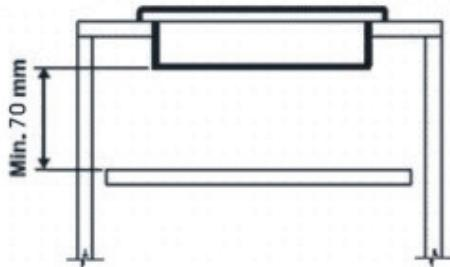

Ilustración 5
**Información importante:** es necesario instalar un separador de madera debajo de la placa de cocción que se sitúe al menos a 70 mm de la base de esta y se pueda extraer fácilmente para facilitar posibles trabajos de mantenimiento (véase ilustración 5).